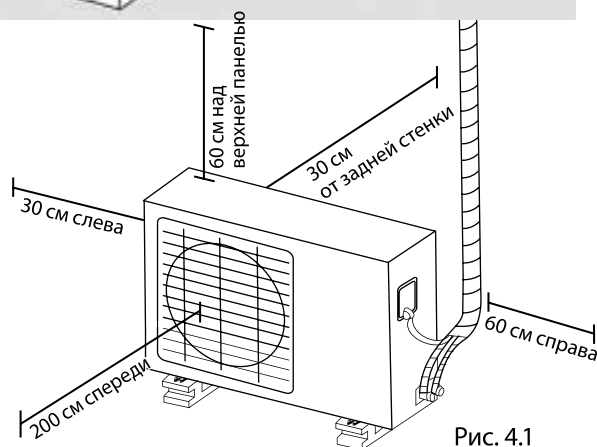

Рис. 4.1
- Соответствовать всем требованиям по зазорам, показанным на рис. 4.1.